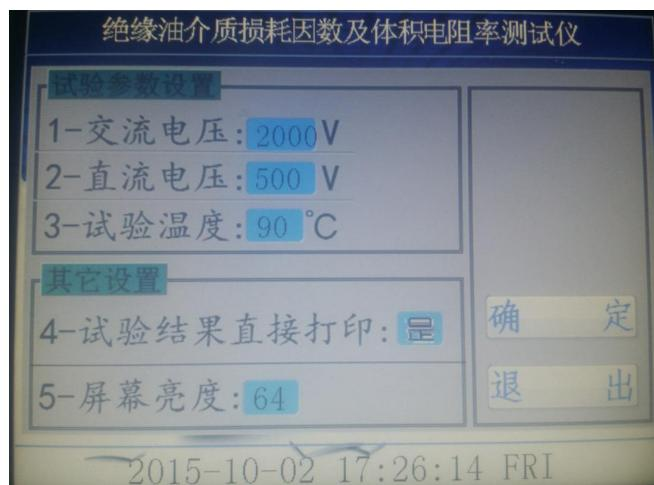
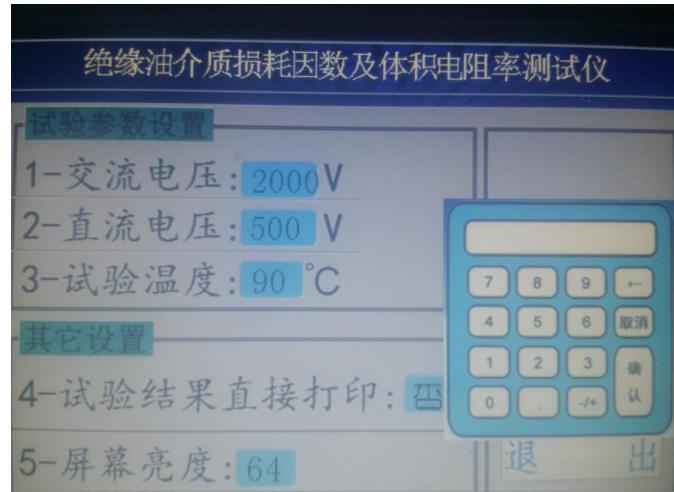

图 4
图 5
3、在图 3 界面下，按试验条件键，设备进入下一级菜单如图 4；
4、在图 4 界面中，可以分别对试验参数进行设置，图中是设备的默认参数，如需改动，只要点击需要改动的参数，就会自动弹出一个小键盘，如图 5，在小键盘中直接输入需要的参数并点击小键盘上的确认键即可，选择打印的时候只要点击光标处就可以在是和否之间切换。设定好后点击确定即可回到图 3 主界面。